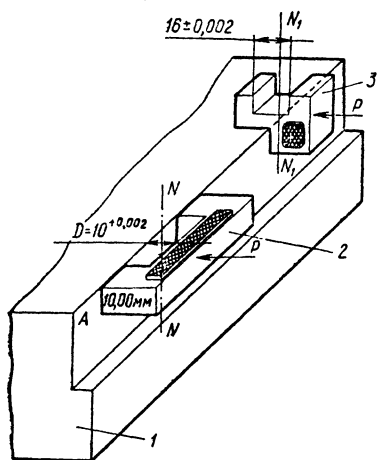

Рис. 25. Приспособления для ориентации обрабатываемой заготовки посредством центроискателя на координатно-расточном станке:
78. Как ориентировать заготовку. Если необходимо определить координаты или совместить ось шпинделя с боковой поверхностью  $A$  (рис. 25) посредством индикаторного центроискателя (например, при работе на координатно-расточном станке), вы можете это успешно сделать угольником  $3$  или предложенной рабочим-новатором Одесского завода фрезерных станков им. С. М. Кирова И. В. Постарнакевичем калибровой скобой  $2$ . Угольник прижимают рукой к поверхности  $A$ , от которой ведут отсчет координат. Опорная плоскость угольника проходит через середину его паза. С помощью индикаторного центроискателя ось вращения шпинделя (шарик центроискателя) ориентируют на середину паза угольника и таким образом совмещают с плоскостью  $A$ . При пользовании скобой рабочий прижимает ее к поверхности  $A$  и ориентирует ось вращения шпинделя станка (опуская шарик центроискателя в выемку скобы) на середину паза, образованного плоскостью  $A$  детали и скобой. В данном случае при определении координаты следует вычесть половину ширины паза (5 мм).